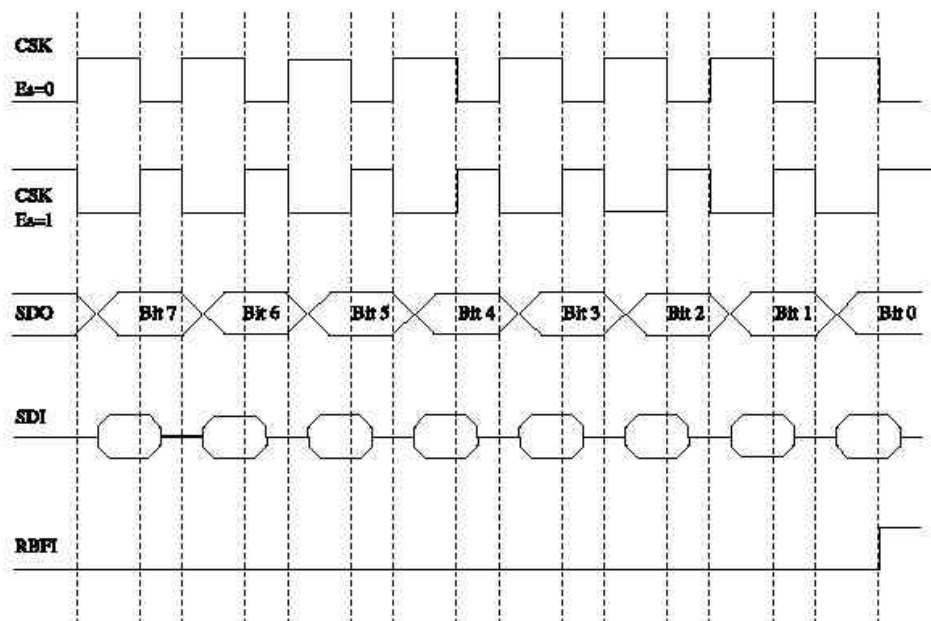
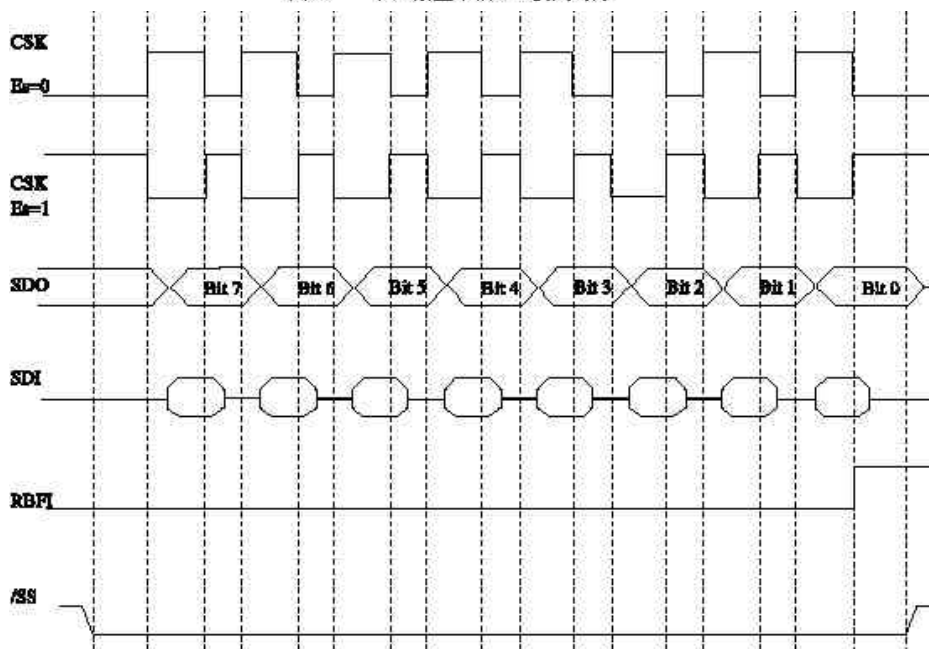

图12 /SS禁止下的SPI模式时序
图13 /SS使能的SPI模式时序
如图 12 所示的 4 个引脚 SDI、SDO、SCK、/SS 将在此详细描述。
- 时序如图 12、13 所示。
SCK 边沿由 CES 选择。对于主模式和 /SS 禁止的从模式, 图 12 所示波形均适用。图 13 波形仅适用于 /SS 使能的从模式。